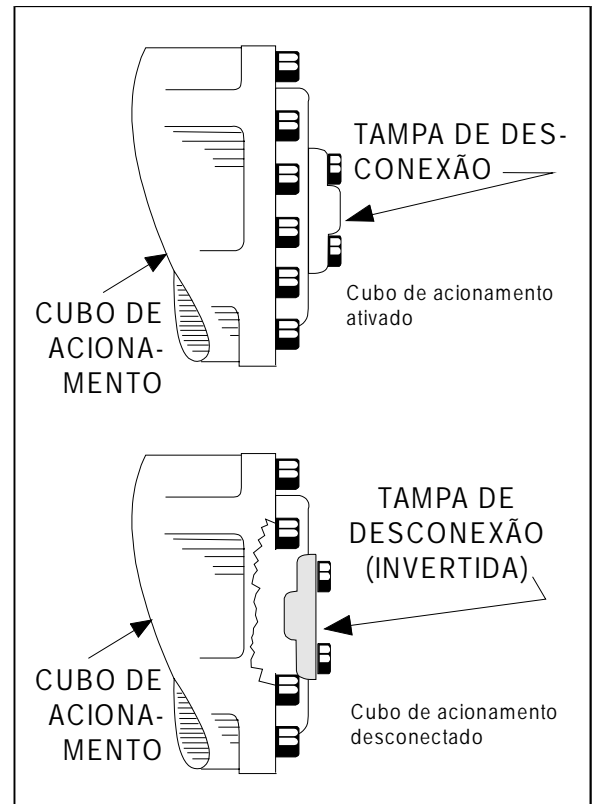

Figura 4-6. Desconexão do cubo de acionamento
2. Desconecte os cubos de acionamento invertendo a sua tampa de desconexão. (Veja a Figura 4-6.). Após rebocar a máquina, complete o que segue:
3. Reconecte os cubos de acionamento invertendo a tampa de desconexão (Veja a Figura 4-6.).